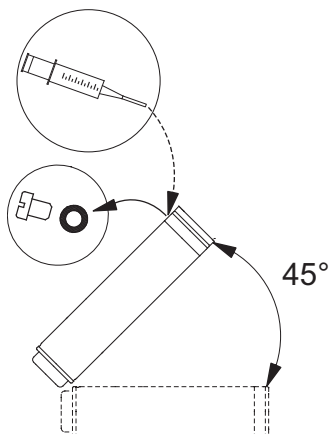

Fig. 3 Placering af motoren under påfyldning - MS 6000
- Hvis motoren leveres fra lager, så kontrollér væskestanden i motoren inden du monterer motoren på pumpen. Se fig. 3.
- Kontrollér væskestanden i forbindelse med service. Se fig. 3.
1. Placér dykpumpen som vist i fig. 3. Påfyldningsskruen skal være det øverste punkt på motoren.
3. Sprøjt væske ind i motoren med fyldesprøjten indtil væsken løber ud af påfyldningshullet. Se fig. 3.